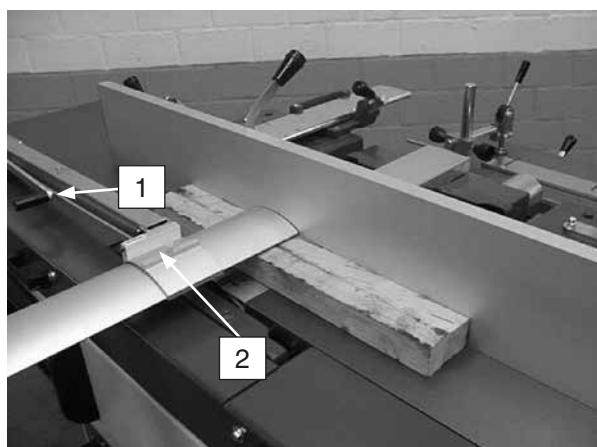

Fig.7
De hoogte-instelling van de brug laat toe om vlak te schaven (2), de zijdelingse instelling om te kantrechten (fig.7 bis).
Plaats de brug altijd ongeveer 10 mm boven het tafeloppervlak, zodat men nog met de houtduwer onder de beveiling doorschuiven kan, en verschuif de brug zover zijdelings dat enkel het werkstuk tussen de schaafgeleiding en de brug kan doorgeschoven worden (fig.7 bis).
Bij het vlakschaven de brug instellen op werkstukdikte d.m.v. de instelknop (fig.7,1) en ervoor zorgen dat het werkstuk juist onder de brug kan doorgevoerd worden; de brug wordt tegen de vlakschaafgeleiding geplaatst om de schaafas volledig af te schermen.